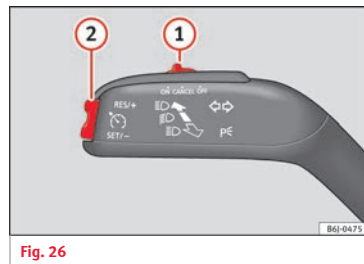

Fig. 26
- Connecter le GRA : déplacez le contacteur » fig. 26 ① sur **ON**. Le système s'allume. Étant donné qu'aucune vitesse n'a été programmée, le système ne règle pas la vitesse.
- Activer le GRA : appuyez sur le bouton » fig. 26 ② dans la zone **SET/-**. La vitesse fixée est alors mémorisée et maintenue.
• Déconnecter le GRA temporairement : déplacez le contacteur » fig. 26 ① sur **CANCEL** ou appuyez sur la pédale de frein. Le réglage est désactivé temporairement.
• Reconnecter le GRA : appuyez sur le bouton » fig. 26 ② sur **RES/+**. La vitesse mémorisée sera de nouveau enregistrée et réglée.
• Augmenter la vitesse programmée pendant le réglage du GRA: appuyez sur le bouton ② sur **RES/+**. Le véhicule accélère jusqu'à la nouvelle vitesse enregistrée.
• Réduire la vitesse programmée pendant le réglage du GRA: appuyez sur le bouton ② sur **SET/-** pour réduire 1 km/h (1 mph). La vitesse est réduite jusqu'à atteindre la nouvelle vitesse enregistrée.
• Déconnexion du GRA: déplacez le commutateur » fig. 26 ① sur **OFF**. La vitesse mémorisée est effacée et le système est déconnecté.